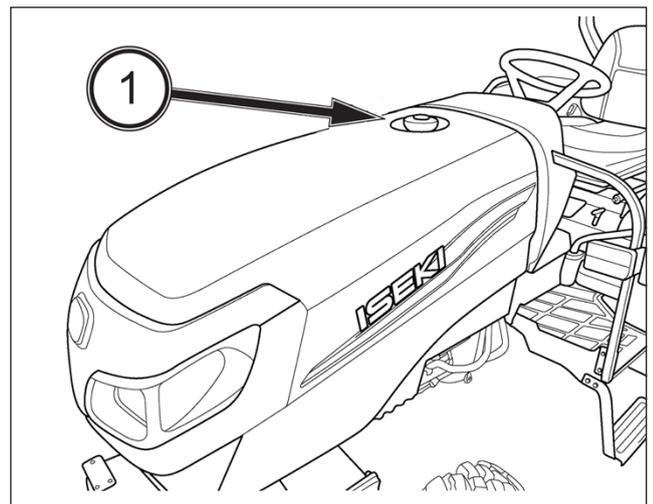

FIG. 107
FIG. 107: Al quitar el tapón de llenado (1) del depósito de combustible, puede oír un silbido o un ruido seco. Este ruido es consecuencia del diseño del tapón y es normal. No modifique el tapón ni utilice un tapón no homologado porque podría provocar una fuga de combustible si el tractor volcara.